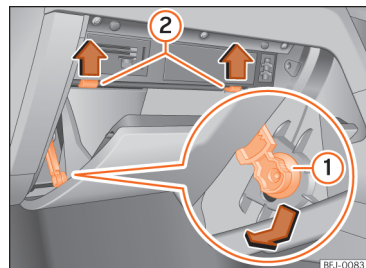

Рис. 230 Кермо справа: кришка блока запобіжників у передній панелі з боку пасажирів.
» **рис. 230 ①**, натиснувши на нього в напрямку стрілки.
- Натиснувши на язички » **рис. 230 ②** угору, опустіть кришку відділення до кінця.
- Щоб встановити відділення для рукавичок, поставте його у правильному положенні. Вставте гальмівний елемент у отвір кронштейна та посуньте його вгору до чутного звуку фіксації. Обережно натисніть на відділення для рукавичок і посуньте його вперед, долаючи опір верхніх шарнірів » **рис. 230 ②**.